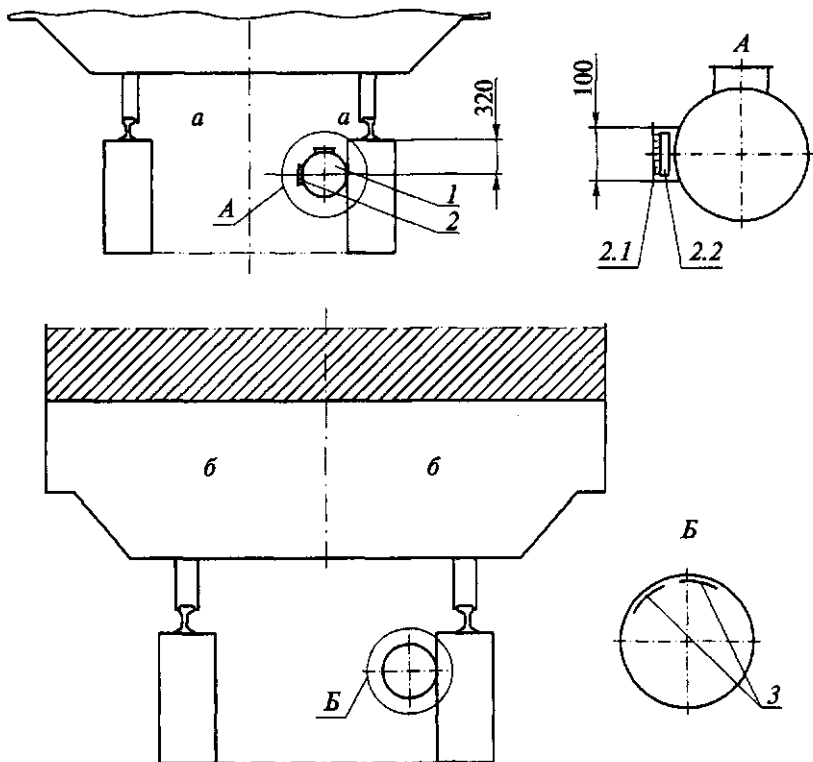

Рис. 4.4. Устройство подачи воздуха комплекта Р.2050:
- воздухопроводы обвязки для подвода воздуха от приточной камеры к распределительным коллекторам (рис. 4.4).